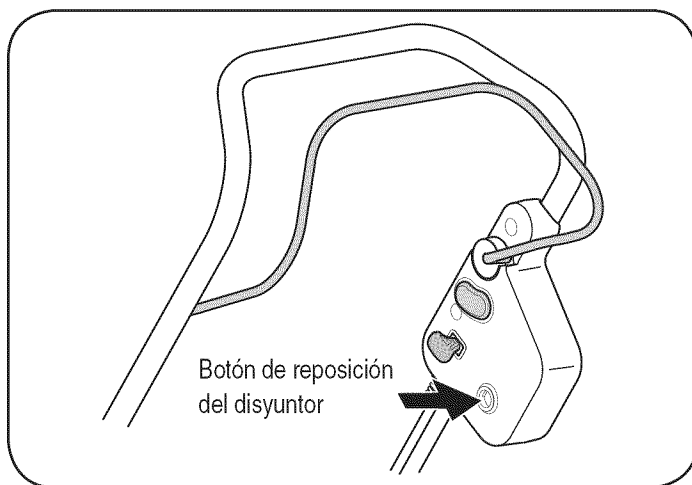

Figura 14
2. Empuje el botón de reposición del disyuntor hacia adentro para reponer. Vea la Figura 14.